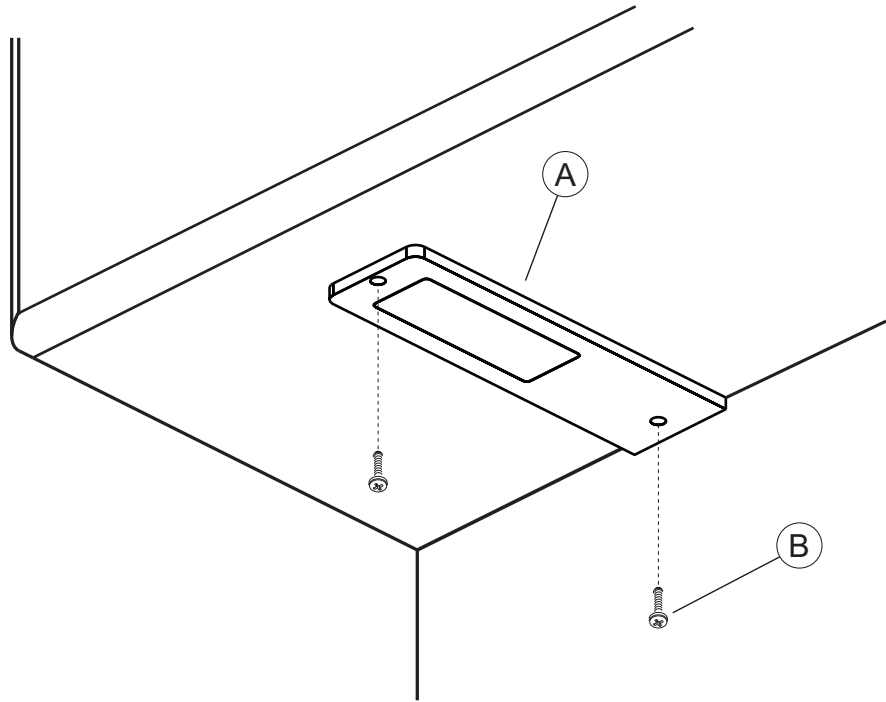
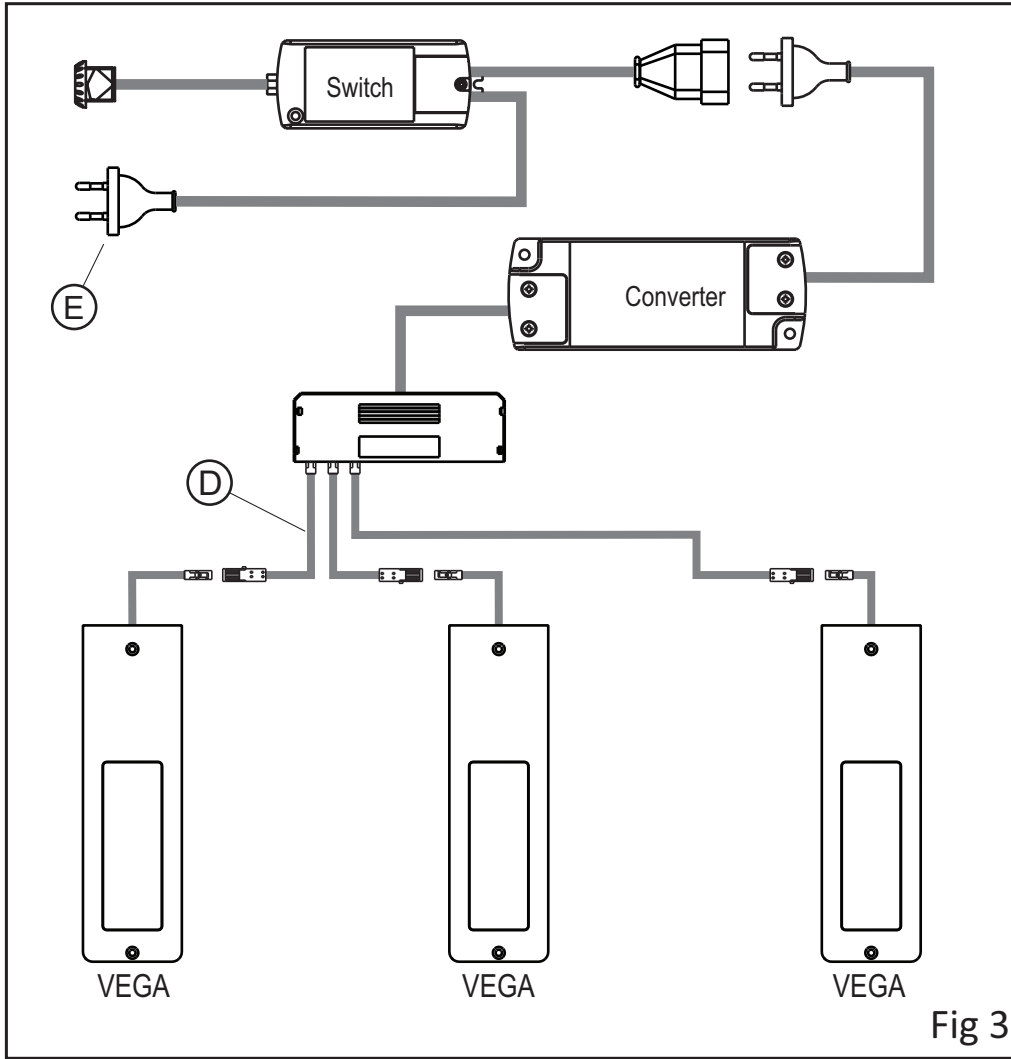
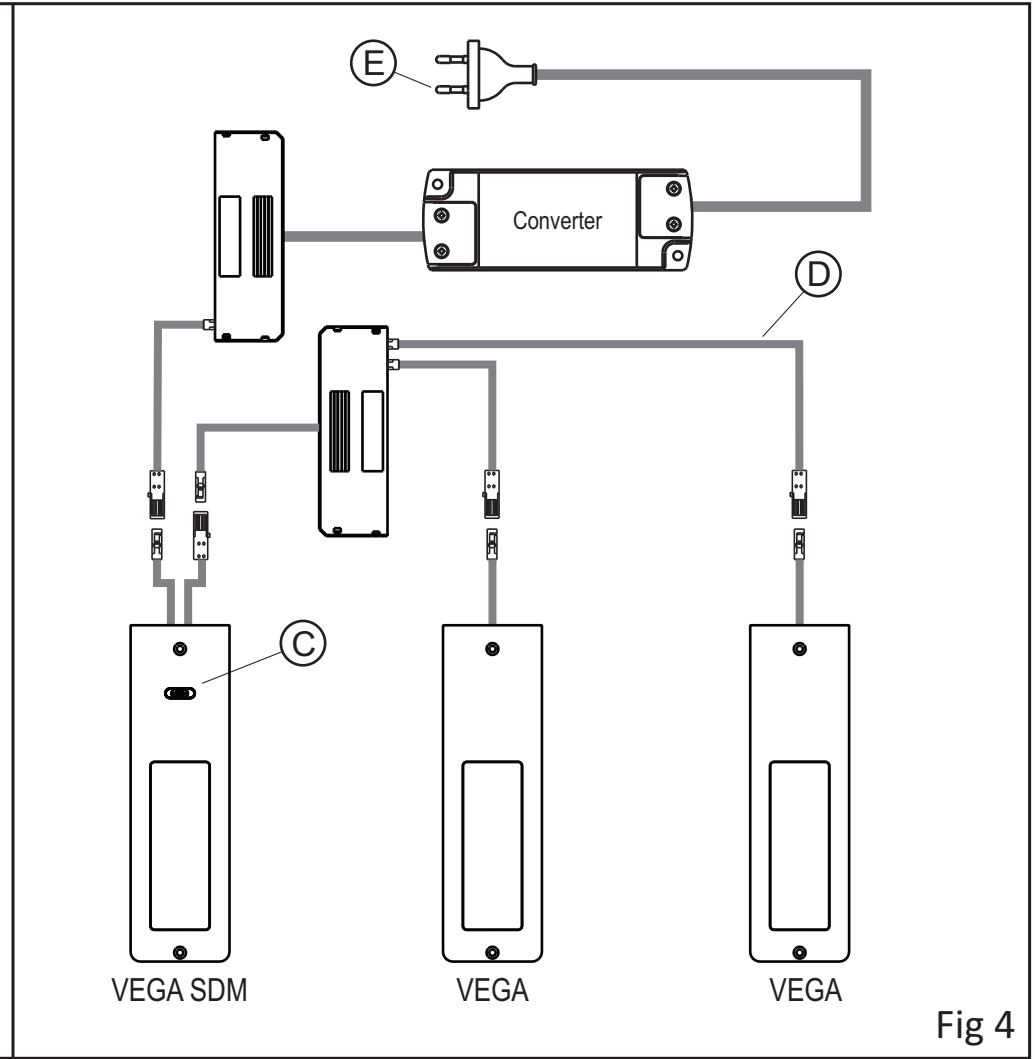

Fig 1
Fig 3
Fig 4
- Fix device (A) using the screws (B) supplied as indicated in Fig. 1,2.
- Connect the spotlights to the adaptor and using the extensions provided in the pack (D) following the wiring diagram:
- **SLAVE:** (fig.3) (without switch)
- **SDM:** (fig.4) (TOUCH SENSOR master)
- Connect the feeder plug (E) to an AC outlet 230V 50/60Hz.
The output cable of **VEGA SDM** can handle a load of max. 72W @ 24VDC included the absorption of the device figure 4.
VEGA is a switch-free spotlight, then it must be turned on via a remote switch that can be placed on the **VEGA SDM** (wired in the MASTER version) as shown in figure 4 or it can be assigned to a separate switch connected to the primary of the converter as shown in figure 3, or to a remote socket where to connect the converter.
- Befestigen Sie das Gerät (A) mit den mitgelieferten Schrauben (B), wie in Abbildung 1,2 angegeben.
- Verbindung der Strahler mit einem Verlängerungskabel siehe (D) mit den Steckerteilen (siehe Anschlussplan):
- **SLAVE:** (Abb.3) (ohne Schalter)
- **SDM:** (Abb.4) (TOUCH SENSOR Master)
- den Stecker (E) des Konverters an einer Wechselstrom-Steckdose anschließen 230V 50/60Hz.
Der Ausgang (output cable) des **VEGA SDM** kann eine maximale Last von 72W@24Vdc einschließlich der Stromaufnahme steuern (abb.4).
VEGA ist eine Leuchte ohne Schalter, daher muss das Einschalten über einen Extraschalter erfolgen, der sich am **VEGA SDM** (mit Verkabelung der Ausführung MASTER) wie in Abbildung 4 gezeigt befinden kann, oder über einen eigenen Schalter, der an die Primärspannung des Konverters angeschlossen wird, wie in Abbildung 3 gezeigt, oder über eine gesteuerte Steckdose, an die der Konverter angeschlossen wird.
- Fixez l'appareil (A) à l'aide des vis (B) fournies, comme indiqué sur la figure 1,2.
- Effectuer le branchement électrique des spots à l'alimentateur au besoin en utilisant les rallonges fournies en dotation (D) en respectant le schéma de connexion:
- **SLAVE:** (fig.3) (sans interrupteur)
- **SDM:** (fig.4) (touch-led dimmer master)
La sortie (output cable) du **VEGA SDM** peut commander une charge maximum de 72W à 24Vdc, incluant l'absorption de l'appareil (fig.4).
Le **VEGA** est une lampe sans interrupteur. Par conséquent, l'allumage passe par un interrupteur déporté pouvant se trouver sur le **VEGA SDM** (câblé en version MAÎTRE) comme illustré sur la figure 4 ou pouvant être assigné à un interrupteur séparé branché sur le module principal du convertisseur comme illustré sur la figure 3, ou à une prise commandée sur laquelle brancher le convertisseur.
- Efectúe la conexión eléctrica de los focos al alimentador utilizando si es necesario los cables alargadores suministrados (D), respetando el esquema de conexión:
- **SLAVE:** (fig.3) (sin interruptor)
- Conecte la clavija (E) del cable de alimentación del transformador a una toma de corriente alterna 230V 50/60Hz.